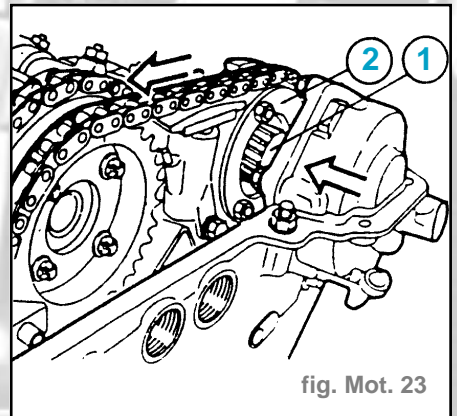

fig. Mot. 23
ce que la denture inférieure s'engrène (fig. Mot. 23).
- À la main, faire tourner la chaîne avec les pignons dans le sens contraire des aiguilles d'une montre jusqu'à ce que la denture inférieure s'engrène dans la denture intérieure du pignon de chaîne (2) (fig. Mot. 23).